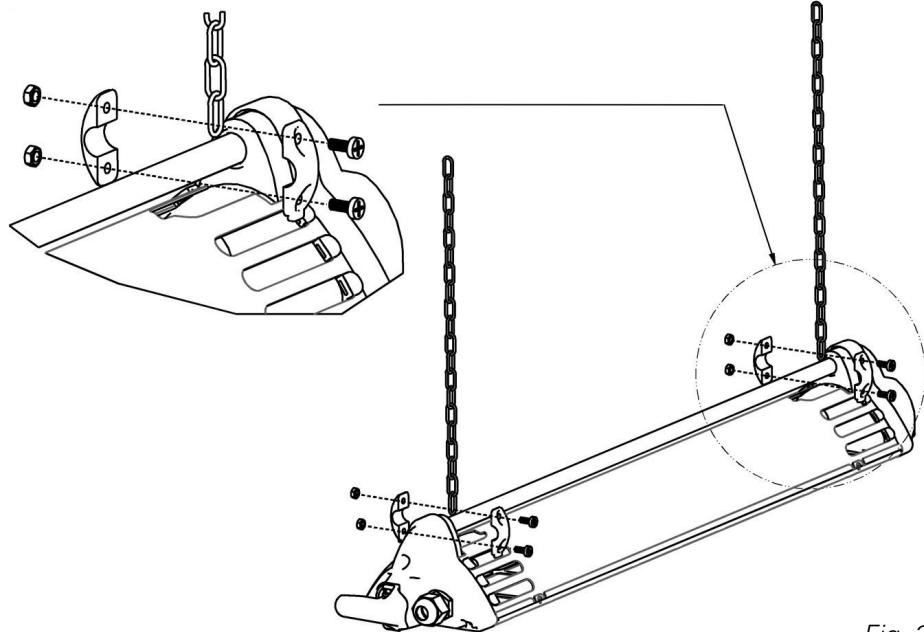

Fig. 3
- Mocowanie do sufitu za pomocą łańcuchów . Przed wykonaniem otworów sprawdzić, czy wybrana do umocowania urządzenia strefa sufitu posiada odpowiednią wytrzymałość. Zamocować dołączone do zestawu dwa kołki z oczkami w odległości 55 cm od siebie. Zamocować uchwyty w kształcie litery U wokół aluminiowego przewodu rurowego, przeprowadzając wkręt znajdujący się w większej odległości od urządzenia przez ostatnie oczko łańcucha, jak to zostało pokazane na rys. 3. Uchwyty w kształcie litery U powinny zostać umieszczona na końcach przewodu rurowego w największej możliwej odległości od siebie, co zapewni większą stabilność.